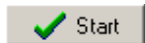

Рис. 1.2. Диалоговое окно Nano30 PRE-starting
3. В открывшемся диалоговом окне Nano30 PRE-starting (рис. 1.2), отвечающем за инициализацию прибора, выбрать Full или Fast.